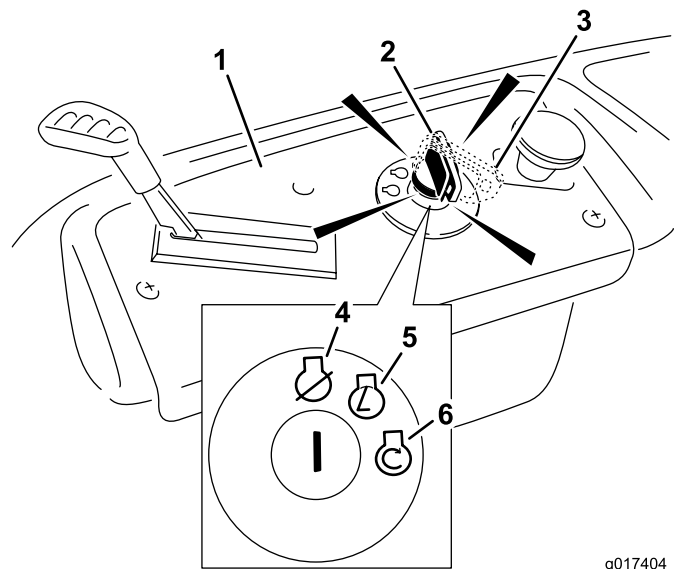

Figure 14
4. Tournez la clé de contact en position de démarrage pour activer le démarreur (Figure 14).
4. Tournez la clé de contact en position d'arrêt (Figure 14) et enlevez-la du commutateur d'allumage.